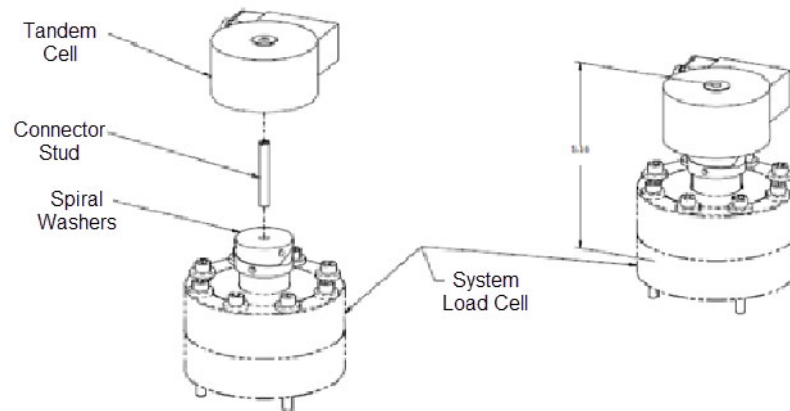

Figura 57: Celle di carico montate in configurazione tandem
3. Utilizzando il perno connettore e le rondelle a spirale come mostrato in Figura 57: Celle di carico montate in configurazione tandem alla pagina 115, fissare la cella di carico a bassa forza alla cella di carico del sistema. Serrare i bulloni della cella di carico alla coppia indicata nelle specifiche.